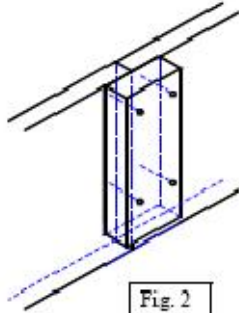

Fig. 2
- I skjøter som er rette skrues 2 frontsokler sammen med en lask på baksiden (fig. 2)